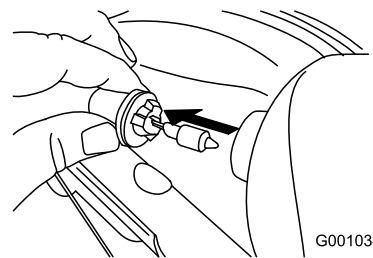

Figure 55
3. Sortez directement l'ampoule de l'arrière du phare (Figure 55).